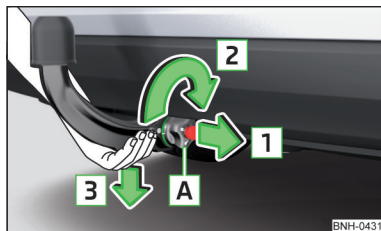

Fig. 219
- Agarre la barra de cabeza esférica **desde abajo** » fig. 219.